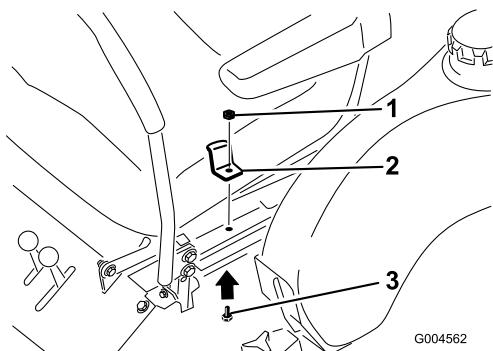

Bild 19
1. Nehmen Sie die Befestigungshalterung des Sitzes ab (Bild 19).
4. Senken Sie den Sitz ab und befestigen Sie ihn mit der Befestigungshalterung für den Sitz (Bild 19).